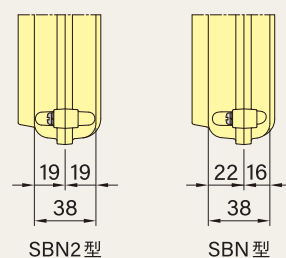

図1 6点ケース右側面図
- ① ケースとウラブタの厚み比率が異なります。図 1 のとおり、SBN2 型がリブを除いたケースとウラブタの厚みが同じであるのに対して、SBN 型はケースがウラブタより 6 mm 厚くなっています。※組み合わせたときの厚みは同じです。
- ② SBN2 型には、標準で補助釦取付部に制御停止釦 (SBU-H1) が組み付けられています。